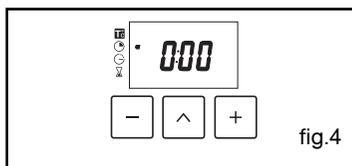

fig.4
Appuyez sur la touche “^” pour valider (fig.4).
Il vous est cependant possible d'ajuster la température en actionnant la manette de sélection de température vers + ou - (fig.4)
- 0:00 s'affiche (fig.4),